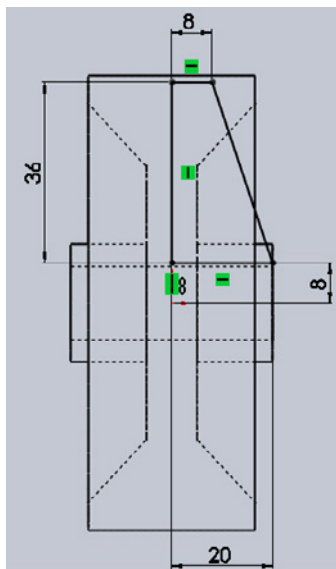

Figura 7.7 – Esboço da nervura
5.3 Desenhe o esboço da nervura e dimensione-o conforme a Figura 7.7.